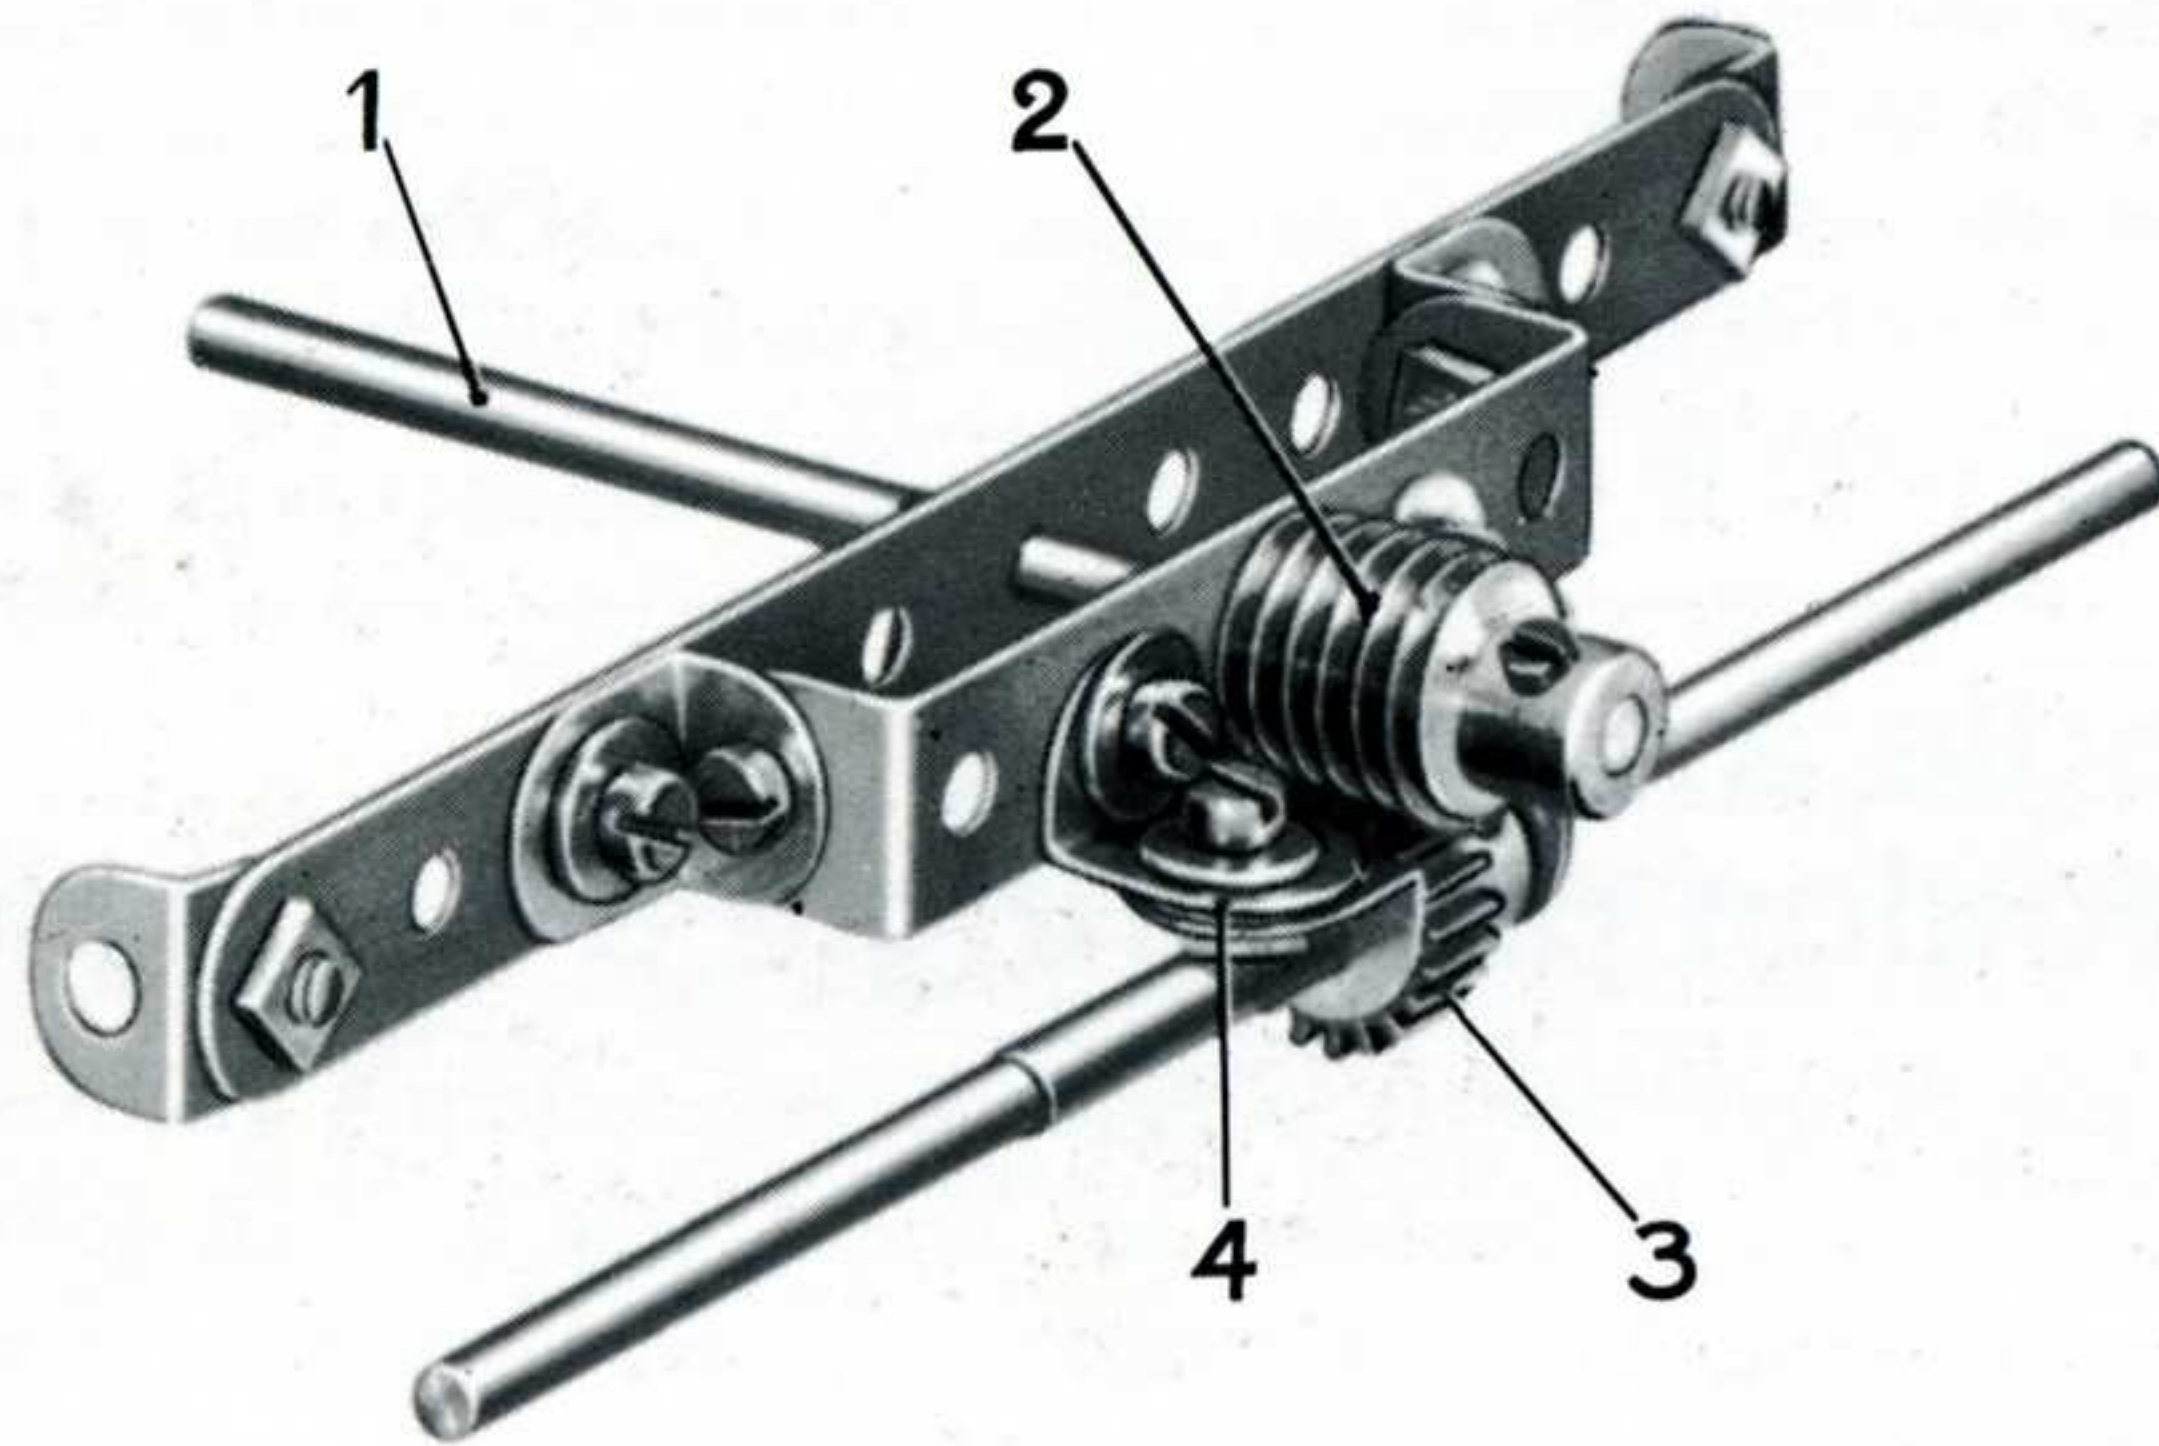

Fig. 7
Le système d'engrenages représenté sur la figure 7 convient spécialement aux essieux arrière de petits véhicules sur lesquels il est inutile, ou peu pratique, de monter un différentiel. L'arbre (1) est entraîné par le moteur du véhicule, si possible par l'intermé-